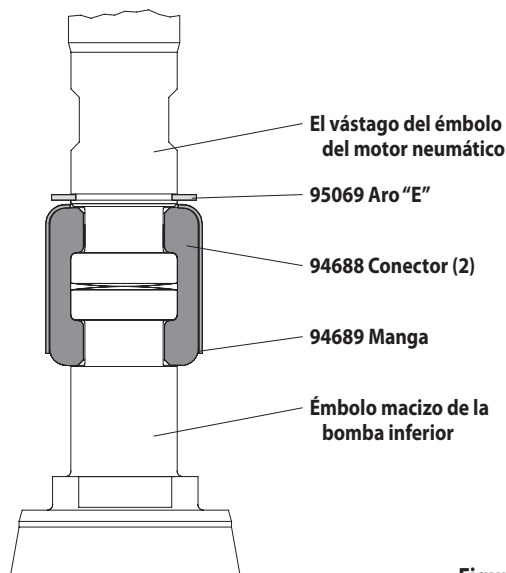

Figura 2
5. Usando pinzas para aros en "E", deslice hacia arriba el aro "E" lo suficiente para permitir que el manguito se deslice para arriba y libere los dos conectores (figura 2).